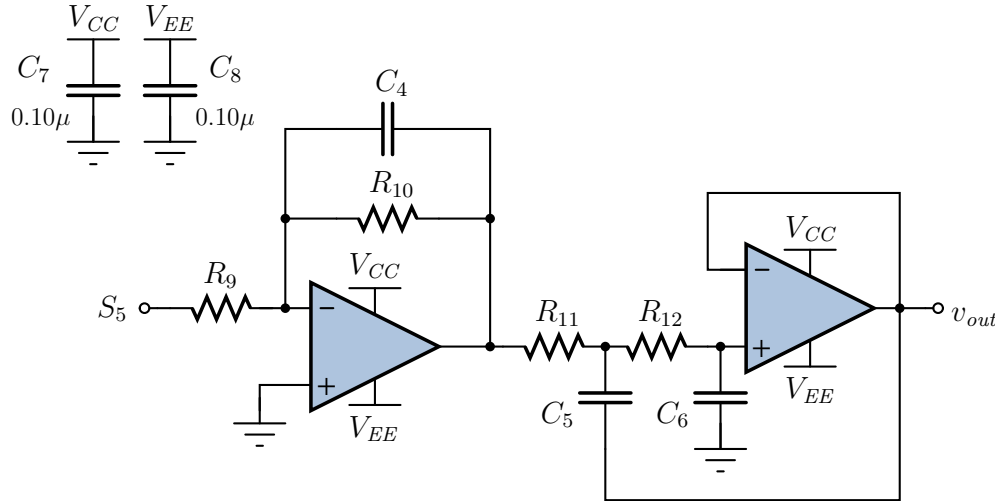

Figura 10: Circuito demodulador PWM.
5. En la figura 10 se muestra el circuito para demodular la señal PWM. Éste consiste en un filtro pasabajos de tercer orden de dos etapas. La primera etapa consiste en un
4. Determine la función de transferencia del filtro demodulador de la figura 10. Calcule el valor de R_9 , R_{10} y C_4 para que esta etapa tenga una ganancia $|A| = 1$ y una frecuencia de corte en 7 kHz. Calcule los valores de R_{11} , R_{12} , C_5 y C_6 para que la segunda etapa tenga una frecuencia de corte en 10 kHz. Nota: la respuesta combinada de estas dos etapas debe corresponder a un filtro pasa-bajos tipo Butterworth de tercer orden.
5. Mediante una simulación en LTSpice grafique el diagrama de Bode del circuito demodulador de la figura 10.